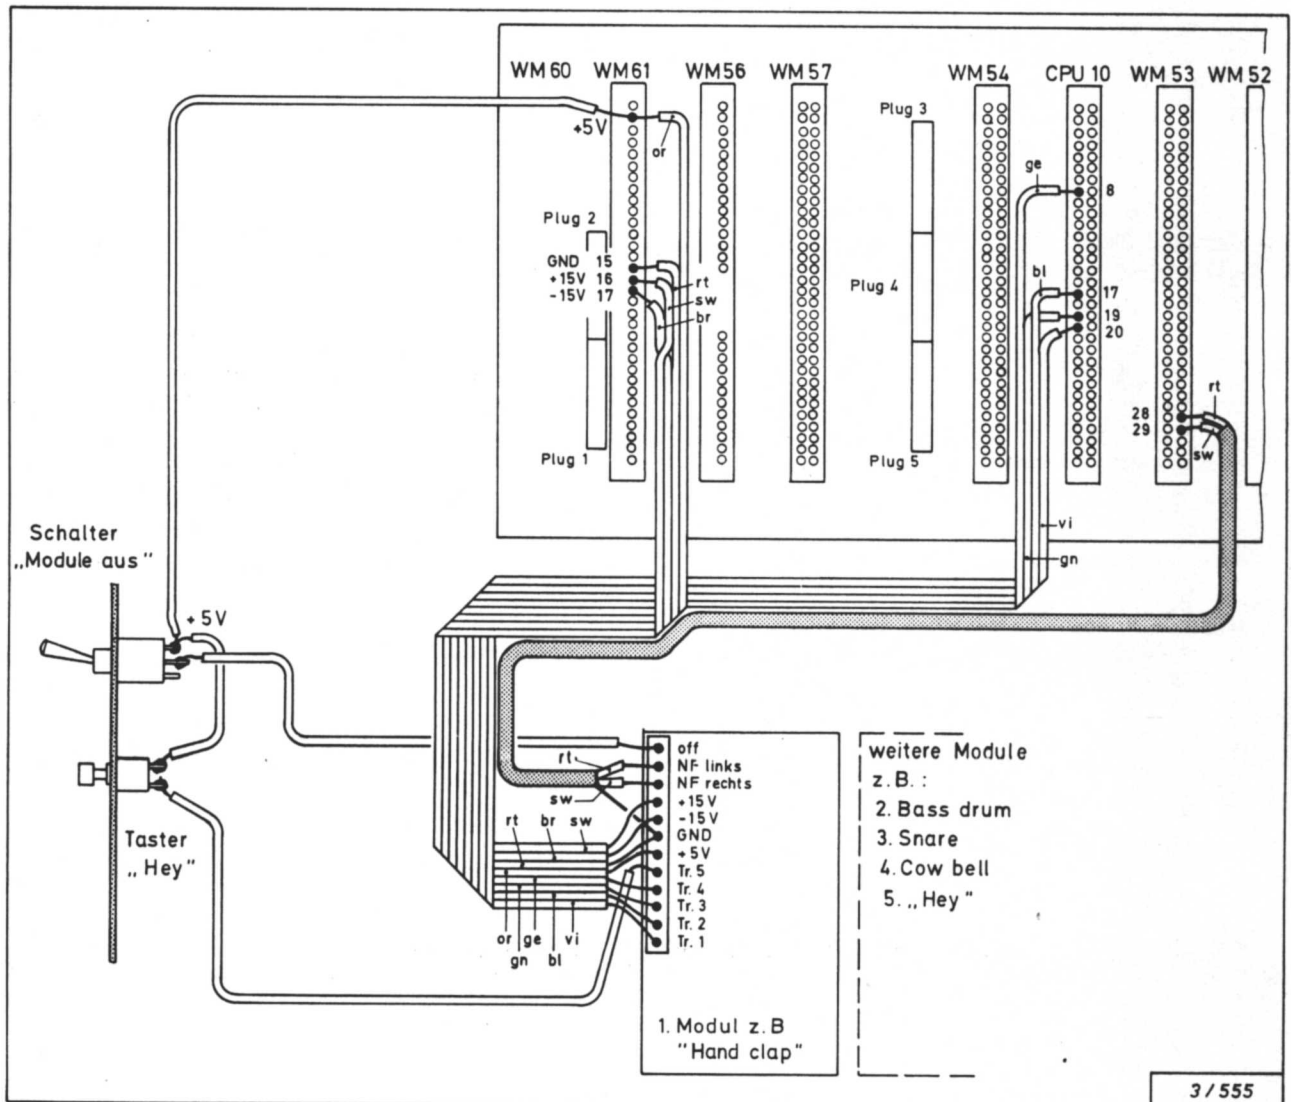

Abb. 4: Anschluß an die CX 1-Grundplatine WM 60 (alle Modelle außer Comet)
- ( ) Die Flachkabelenden an einer Seite abisolieren, Anschlagkontakte anlöten und nach Abb. 4 bzw. 5 in die beiden Buchsengehäuse (aus dem DSM-Anschlußmaterial) einschieben.
- ( ) Das zweiadrig-abgeschirmte Kabel nach Abb. 4 bzw. 5 anschließen. Die Abschirmung einseitig - und zwar beim 1. Modul - an GND anlöten.